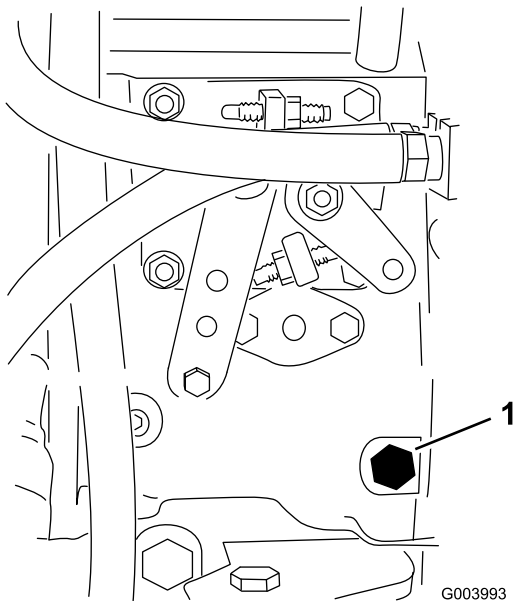

图35
3. 用 12mm 扳手打开燃油喷射泵（图35）上的排气螺丝。